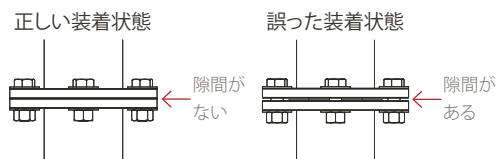

図 8.
- カートリッジが完全に挿入されていない場合、上部ハウジングフランジと下部ハウジングフランジの間に隙間ができることがあります。その場合、「手順 2. カートリッジの組み立て」に戻り、カートリッジ完全に挿入されるまで深く押し込んでください（図 8）。